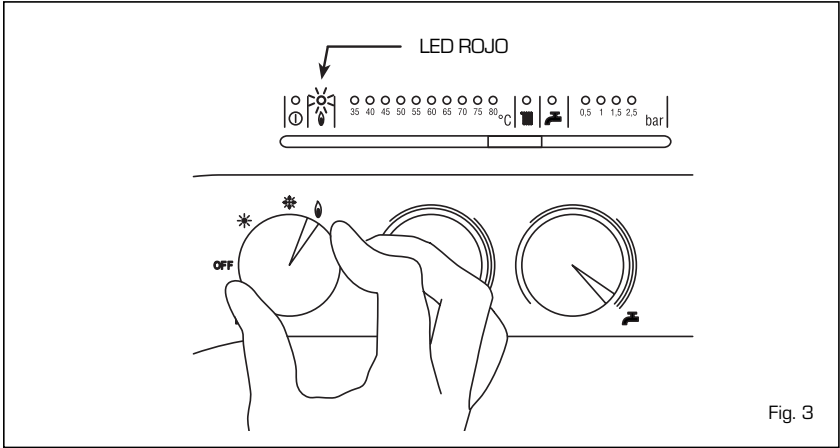

Fig. 3
- **Bloqueo del encendido** (fig. 3)